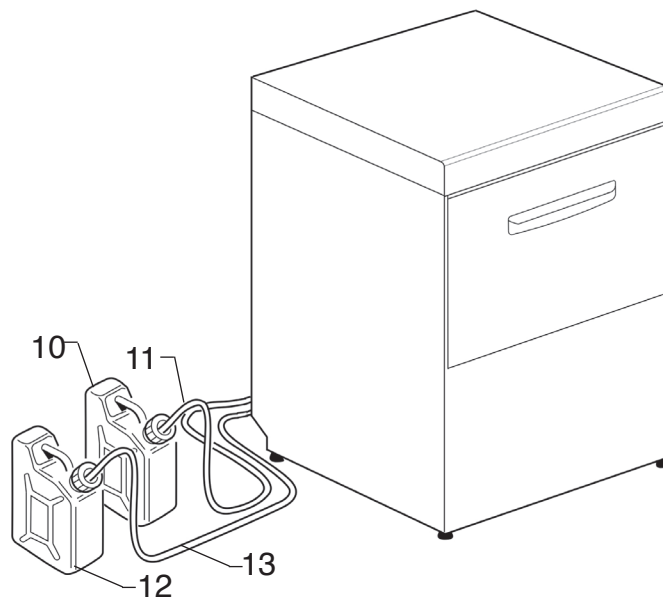

Fig. 8
3.3 DOSAGGIO LIQUIDO BRILLANTANTE con POMPA IDRAULICA (Fig. 8)
3.4 DOSAGGIO LIQUIDO DETERGENTE (Fig. 8) (solo per macchine con dosatore incorporato)